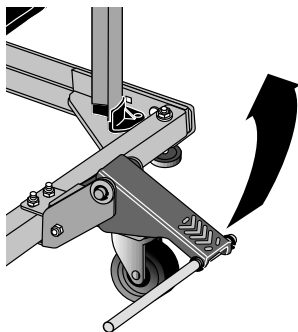

FIG. 10B
- Desenganche el conjunto de rodaje levantando el pedal (Fig. 10B), permitiendo que las bases de ajuste toquen la superficie del piso.